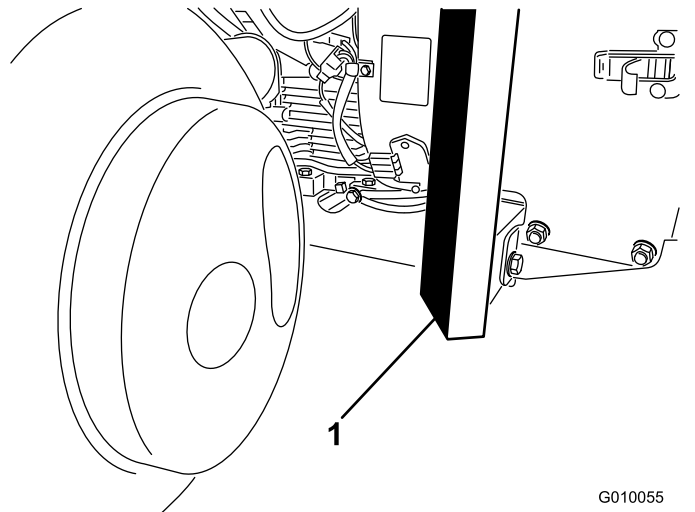

Bild 38
3. Stellen Sie den Ständer sicher vorne unter den Rahmen (Bild 38).